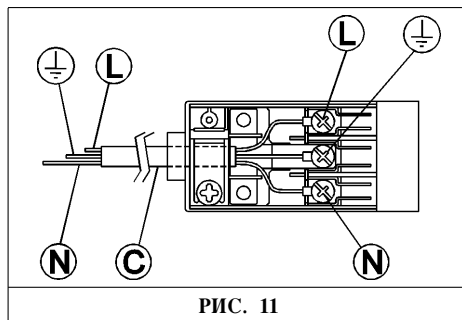

РИС. 11
- Подсоединить к подводящему кабелю "С" (рис. 11), соответствующую указанной на опознавательной табличке потребляемой мощности вилку, если таковая не предусмотрена в комплекте. Подсоедините провода, следя за соблюдением нижеприведенных соответствий (рис. 11):